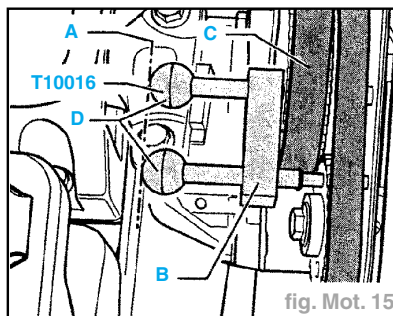

fig. Mot. 15
- Bloquer les deux pignons d'arbres à cames à l'aide de l'arrêteur d'arbres à cames **T10016** en procédant comme suit (fig. Mot. 15) :